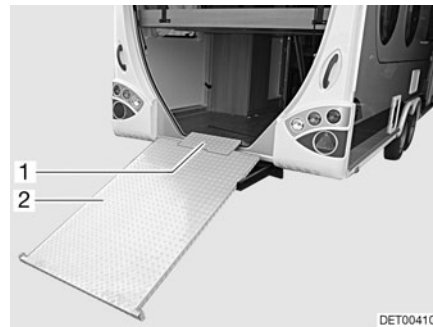

Fig. 8 Rampe mobile (sortie)
- Déposer la rampe mobile sur le sol (Fig. 8).
- Placer la bordure de protection (Fig. 8,1) dans les deux logements de la rampe mobile (Fig. 8,2).